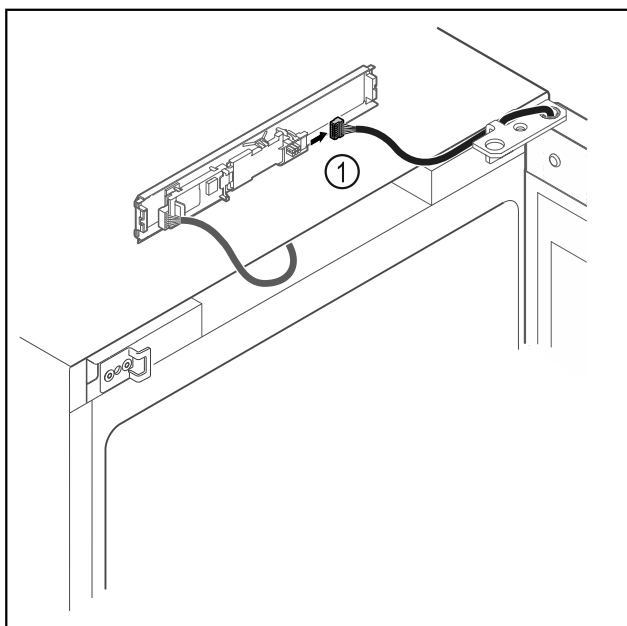

Fig. 20
- ▶ Stekker Fig. 20 (1) van printplaat loskoppelen.